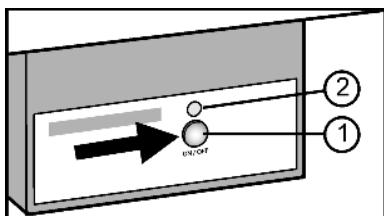

Fig. 6
- Нажмите и удерживайте кнопку On/Off Fig. 6 (1) так, чтобы светодиод Fig. 6 (2) загорелся.